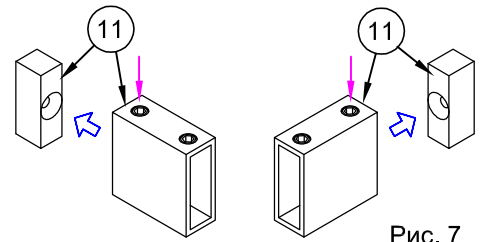

Рис. 7
3.1. Разобрать оба крепления рельс - стена №11. Для этого нужно ослабить фиксирующий винт и вынуть фиксирующую бобышку (рис.7).